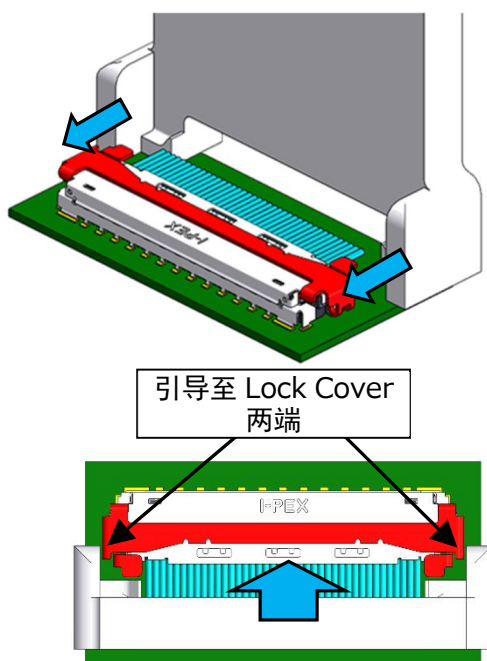

图.16-1
- ① 依照图.16-1 引导 Lock 解除 jig 至 Lock Cover 两端，将 Lock 杆下面部分与 Jig 操作部分进行安装。
- ② 确认 Jig 安装无误后，便能将解除 Jig 向上抬起解除 Lock。
若发生错误的状态，请从图.16-1 的状态重新安装。